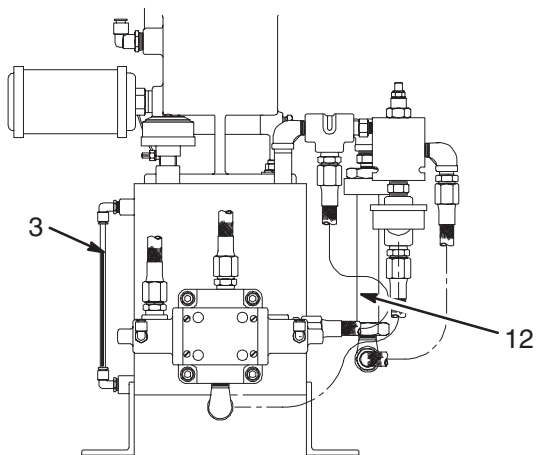

Fig. 13
5. Contrôler le niveau de fluide hydraulique (3) de l'unité d'alimentation (Fig. 13). Faire un appoint de fluide hydraulique, si nécessaire.